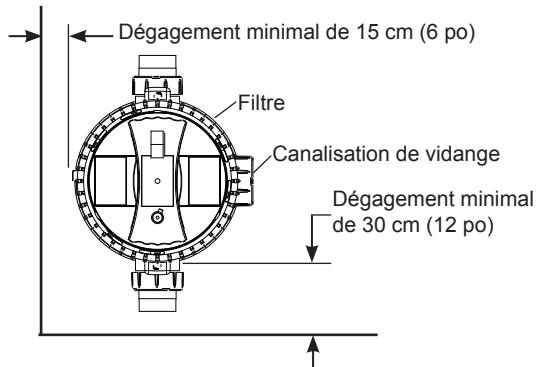

Figure 1. Emplacement du filtre - Vue supérieure
- Laisser un espace suffisant autour du filtre pour permettre une inspection visuelle du serre-joint. Voir Fig. 1.